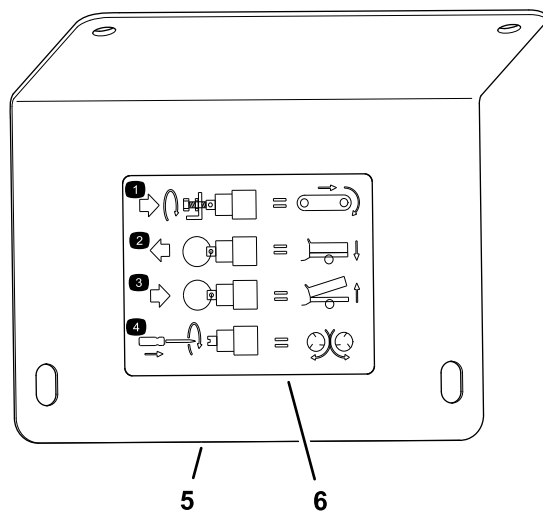

図 29
**注** カバープレートに貼り付けてあるデカルの説明に従って操作する 図 29。